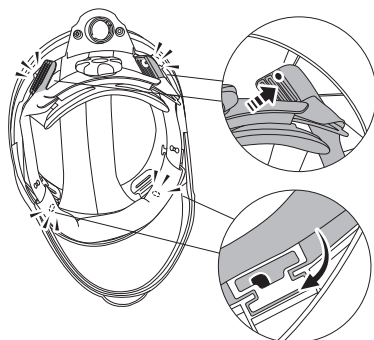

Abb.3b
Schritt 2: Setzen Sie das Kopfband nach der Einstellung wieder in den Gesichtsschutz ein (4 verstellbare Punkte) (siehe Abb. 3b). Achten Sie darauf, dass das Kopfband nicht verdreht ist.